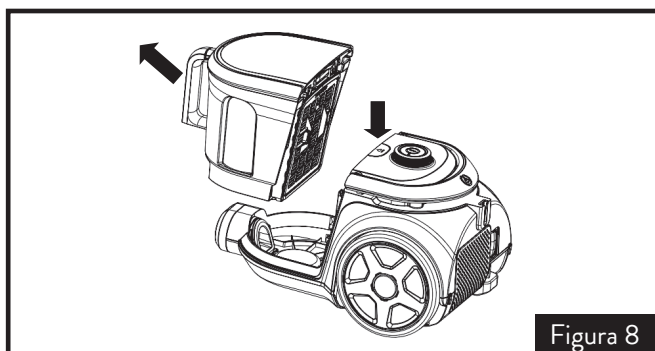

Figura 8
2. Retire el recipiente para la basura de la aspiradora, según muestra la figura 8.